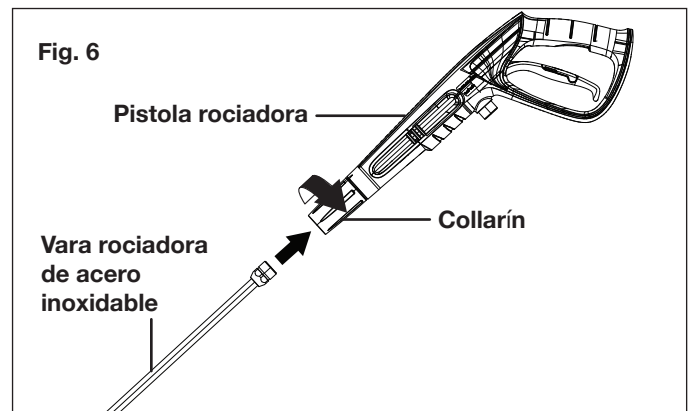

Fig. 6
6. Conecte la vara rociadora de acero inoxidable en la pistola y rote el collarín hasta que las dos partes estén completamente trabadas (Fig. 6).